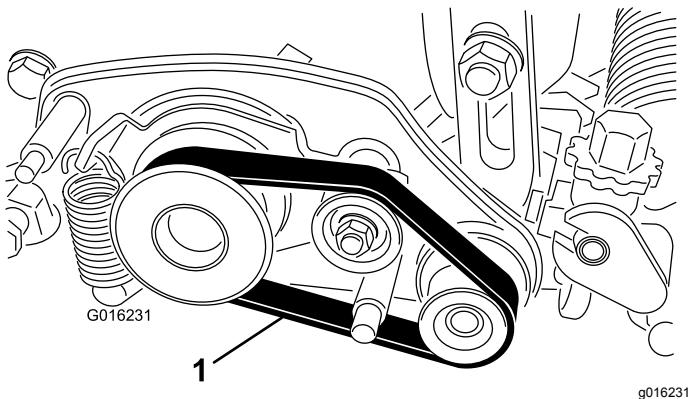

Figura 16
36. Encaminhe a correia na polia da transmissão, polia intermédia e polia acionada como se mostra na Figura 16.